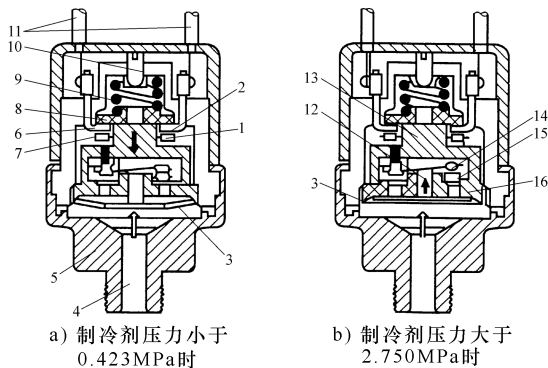

图 4-180 高低压组合开关
(1) **结构** 新型的空调制冷系统把高、低压保护开关组合成一体,这样既可减少重量和接口,又可减少制冷剂泄漏的可能性。图 4-180 所示为高、低压组合保护开关的结构。